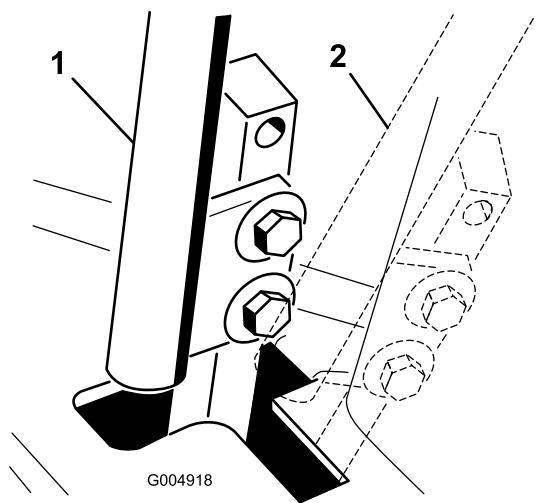

Bild 57
4. Schieben Sie den Schaltbügel in die NEUTRAL-Stellung, jedoch nicht in die **arretierte** Stellung (Bild 57).
6. Prüfen Sie, an welcher Stelle der Schaltbügel relativ zur Kerbe im Armaturenbrett ist (Bild 57).